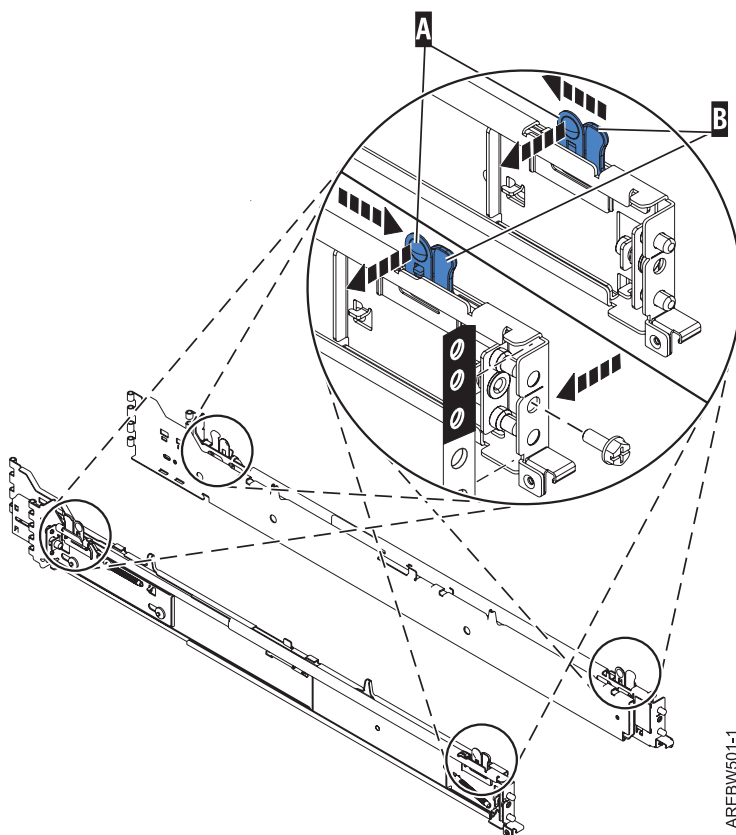

Figure 32. Ergot d'alignement de la glissière avant, vis de fixation et support de taquet
- Avec la bonne glissière, tirez vers l'arrière la patte de déverrouillage du montage du loquet, **A** dans figure 32, puis faites coulisser la patte **B** vers l'arrière dans la position rétractée et verrouillez l'assemblage du loquet. Les broches d'alignement arrière doivent être complètement rentrées.
- Dès que les broches d'alignement sont rétractées, insérez la broche d'alignement avant de la glissière latérale droite dans figure 32, dans le trou de la bride avant de l'armoire identifiée par la pastille auto-adhésive que vous avez préalablement posée. Demandez à une deuxième personne de maintenir fermement la glissière en position.